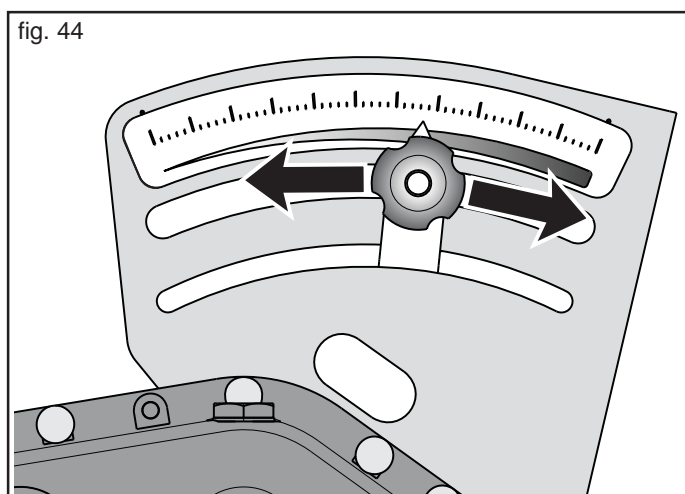

fig. 44
- 7) ... porter le levier au fond de l'échelle «55», le remettre sur «0» (zéro) et le reporter ensuite en correspondance de la valeur choisie (en fonction de la quantité de produit à distribuer) (Fig. 44).